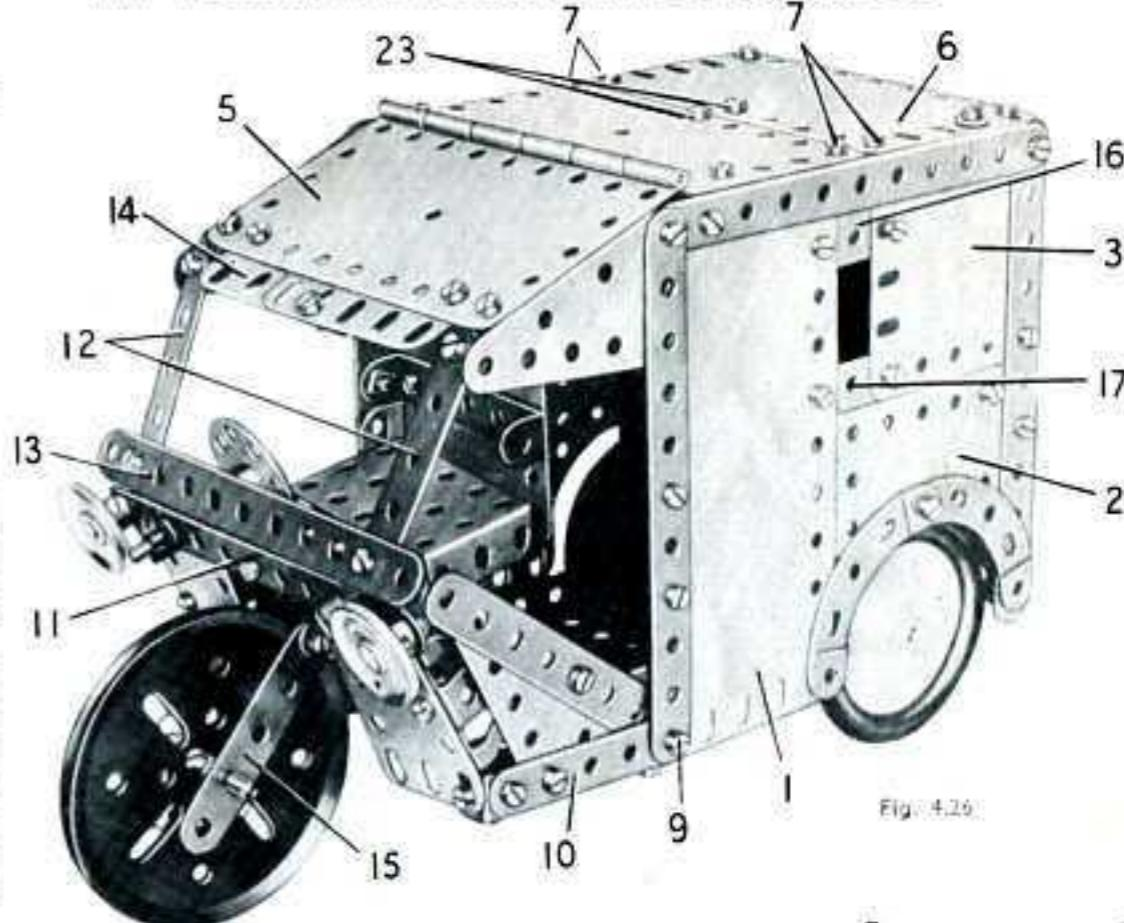
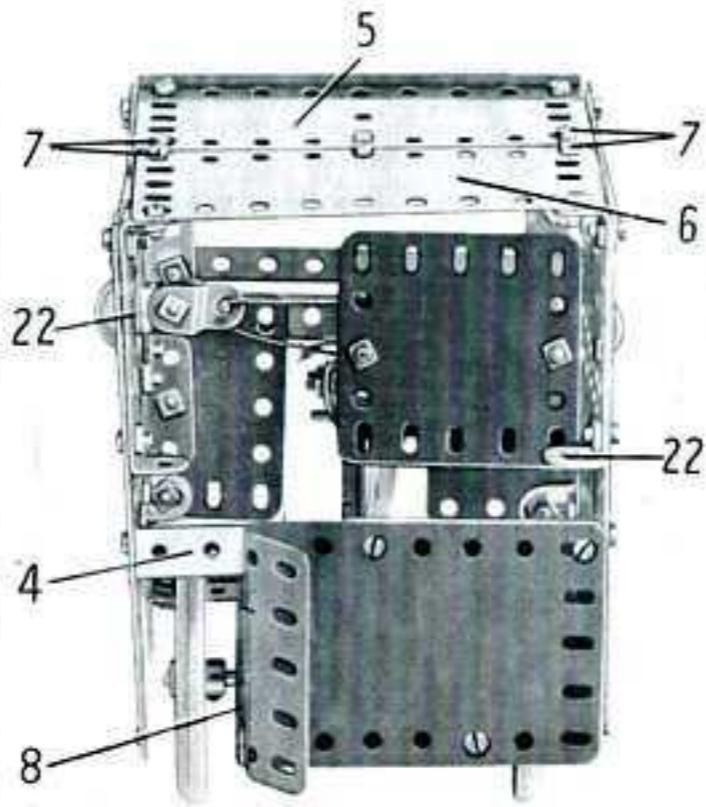

Fig. 4.26
Fig. 4.26b
Le côté qui apparaît sur la fig. 4.26 est constitué par une plaque flexible de 14 x 6 cm. (1), une plaque flexible de 14 x 4 cm. (2), et une plaque flexible de 6 x 6 cm. (3). Une bande de 5 trous (16) et une embase triangulaire (17) bordent la fenêtre ménagée entre les plaques. L'autre côté est constitué par une plaque flexible de 14 x 6 cm. et une de 74 x 4 cm. placées bord à bord, et par une plaque flexible de 6 x 6 cm. située à l'angle inférieur avant. L'arrière est fixé sur un des côtés par une bande coulée de 60 x 12 mm. et sur l'autre par une bande coulée de 38 x 12 mm. (4). La plaque flexible est en partie représentée sur la figure 4.26b. Le toit est constitué par une plaque à charnières (15) et par une plaque flexible de 11,5 x 6 cm. (6) fixées sur les côtés par des équerres et des bandes coulées de 60 x 12 mm. (22). Ces plaques sont réunies entre elles d'un côté par une bande coulée de 60 x 12 mm., de l'autre par un support plat et au centre par un disque de 35 mm. placé sous le toit. La bande coulée et le support plat sont fixés par les boulons (7), le disque par les boulons (23). La planche est constituée par une plaque à rebords de 14 x 6 cm. (8) fixée au bord